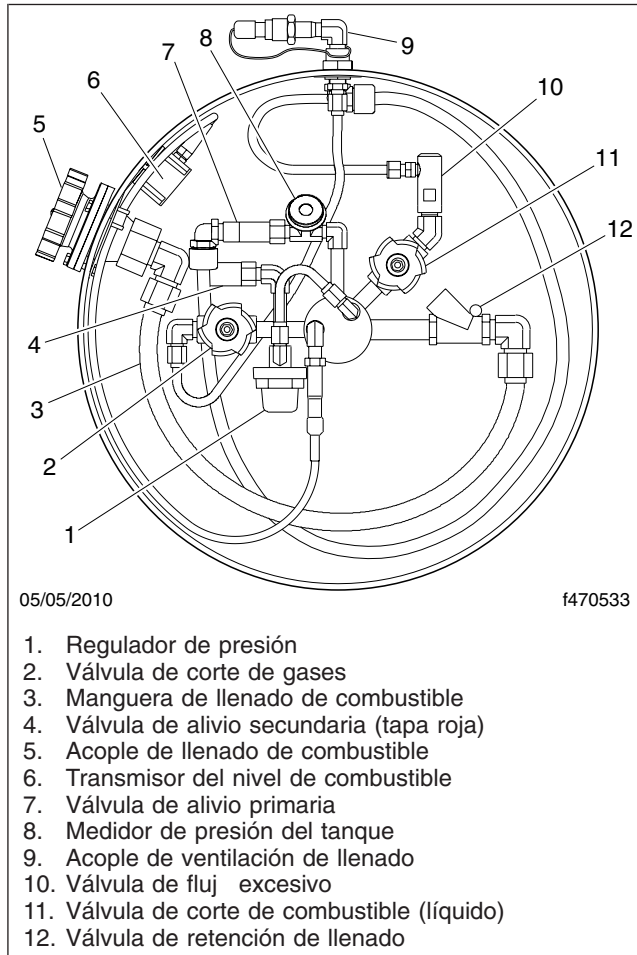

Figura 5, Componentes de la tubería del tanque de combustible
Vea en la **Figura 5** las ubicaciones de los componentes de la tubería.
2. Inspeccione la caja del transmisor de nivel de combustible (**Figura 5**, ítem 6) para ver si tiene indicios de fugas o daños. Asegúrese de que las presillas retenedoras estén instaladas en las orejas de montaje.
2. Revise el medidor de presión del tanque de combustible (Figura 5, ítem 8) para asegurarse de que la presión esté entre el intervalo normal de 120 a 150 psi (827 a 1034 kPa).